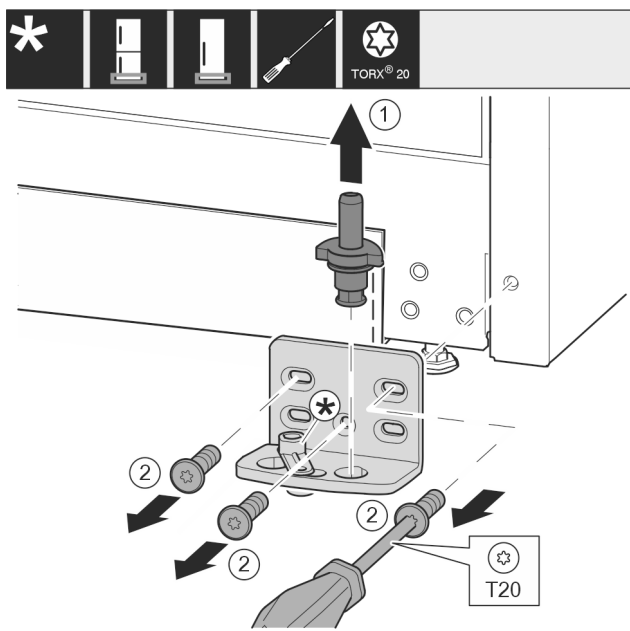

Fig. 25
- Estrarre completamente verso l'alto i perni di supporto Fig. 25 (1).
- Svitare le viti Fig. 25 (2) con un cacciavite e rimuovere il blocco di supporto.